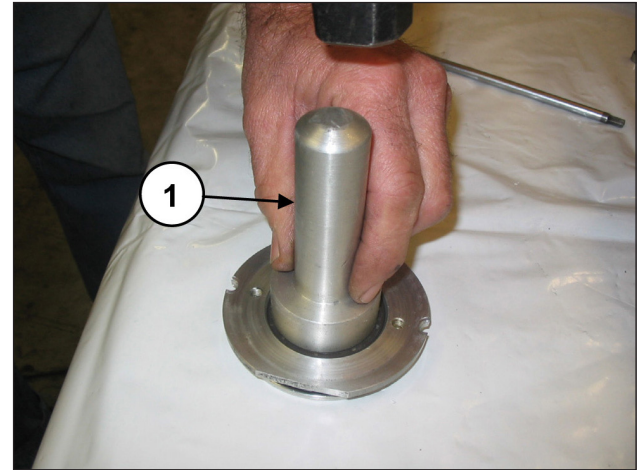

Abb. 169
Montieren Sie den Ölabbreifer in seinen Deckel (Pos. ①, Abb. 169) mithilfe eines Dorns Art. 27910900.